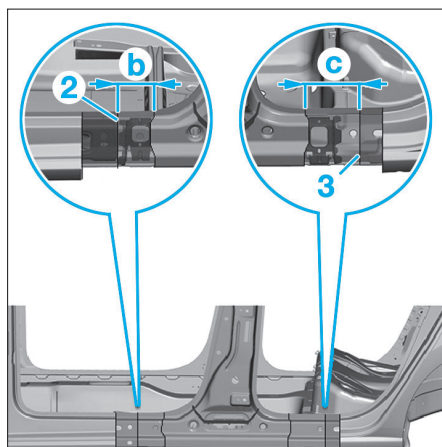

FIG. 47
En procédant au découpage selon les lignes (2) et (3), prendre garde de ne pas découper les zones de flasques qui se trouvent dessous (Fig.47).